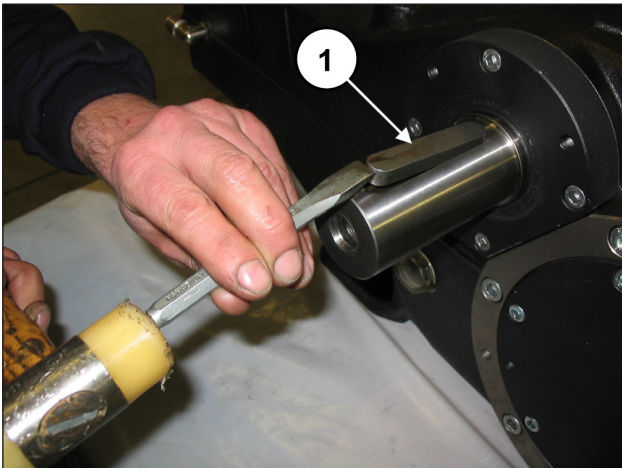

Abb. 7
Nehmen Sie die Passfeder von der Zapfwelle ab (Pos. ①, Abb. 7).